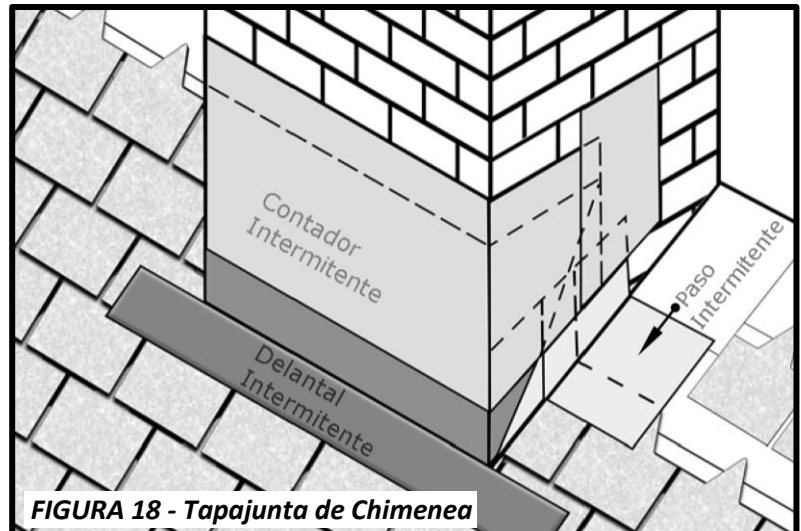

FIGURA 18 - Tapajunta de Chimenea
- Instale una tapajunta contadora intermitente sobre las tapajunta paso intermitente o tapajunta delantal, como mostrado en la **Figura 18**.